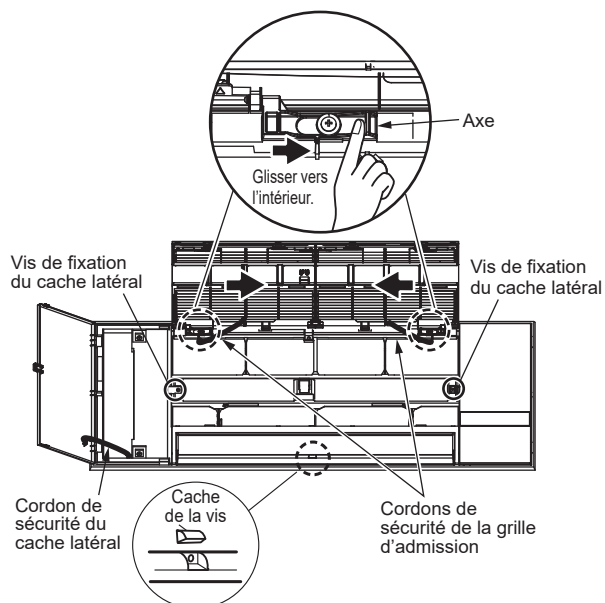

Fig. 8-4
Glissez les 2 axes vers l'intérieur et retirez la grille d'admission des axes. (Fig. 8-4)
Retirez les cordons de sécurité de la grille et retirez la grille d'admission. (Fig. 8-4)
Ouvrez les caches latéraux G/D et retirez les cordons de sécurité de la grille, puis retirez les caches latéraux. (Fig. 8-4)
3. Retirez le cache de la vis située au centre de la grille. (Fig. 8-4)